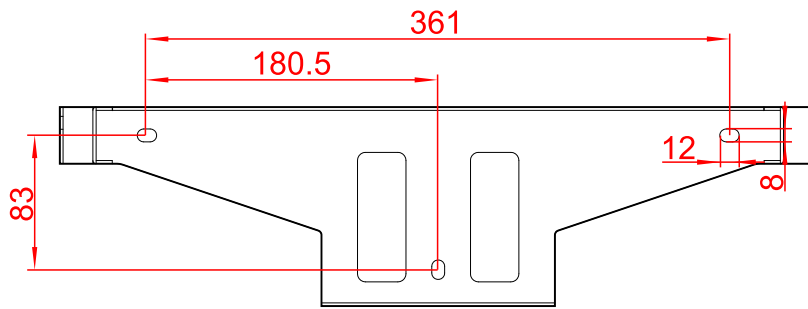
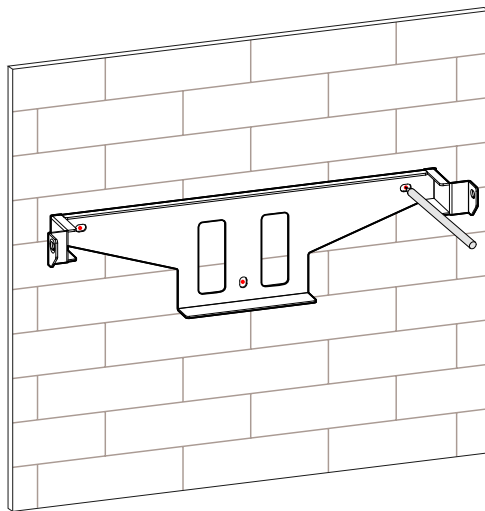

Figura 3-7 Dimensões da instalação (unidade: mm)
Figura 3-8 Marque a posição da furação
- Etapa 2 Marque a posição dos furos de instalação na parede de acordo com as dimensões dos furos de fixação do suporte de instalação (conforme mostrado na Figura 3-7), e faça 3 furos de Φ 10,5 mm na parede de acordo com a posição marcada, conforme mostrado na Figura 3-8.